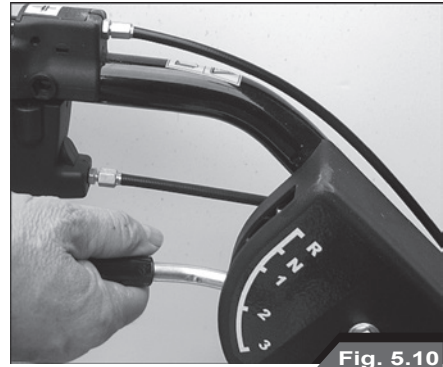

Fig. 5.10
Vuestra trituradora de barras está dotada de 3 marchas hacia adelante, 1 velocidad para marcha hacia atrás y la posición neutra. Para cambiar marcha basta actuar sobre la palanca selector marchas (Fig. 5.10) colocada en la manecra izquierda que regula el movimiento de vuestra máquina. Con la 3ª marcha se alcanza una velocidad máquina de 3,4 Km/h mientras con la marcha hacia atrás (R) la velocidad es de 1,4 Km/h.